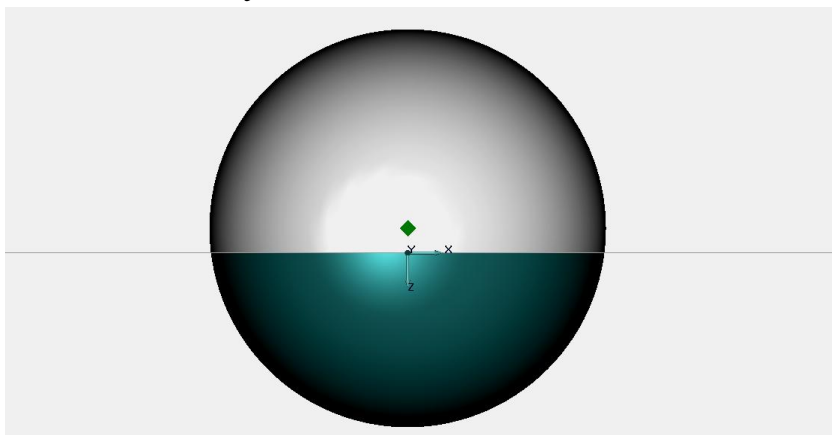

Рисунок 2.3 - Тримірування сфери робочою площиною
5. Вкажіть частину сфери, яка лежить в області додатних значень Z (рис. 2.3). Вказана частина буде видалена.